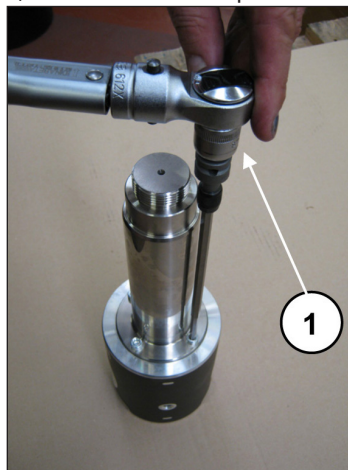

Fig. 49
Inserire lo stelo guida pistone nell'apposita sede sul guida pistone (pos. ①, Fig. 48) e fissarlo a quest'ultimo mediante le 4 viti a testa cilindrica M6x20 (pos. ①, Fig. 49).
Procedere alla taratura delle viti con chiave dinamometrica (pos. ①, Fig. 49) come indicato nel capitolo 3.